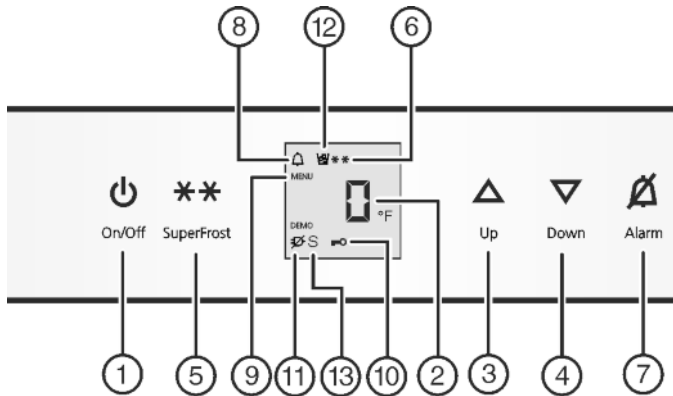

Fig. 2
- ▶ Pulse la tecla On/Off Fig. 2 (1).
- ▶ Activación del modo de ajuste: pulse la tecla SuperFrost Fig. 2 (5) durante 5 seg. aproximadamente.
- ▷ El símbolo de menú Fig. 2 (9) se ilumina.
- ▶ Utilice la tecla de ajuste Up Fig. 2 (3) la tecla de ajuste Down Fig. 2 (4) para seleccionar °.
- ▶ Confirmación: Pulse la tecla SuperFrost Fig. 2 (5) brevemente.
- ▶ Utilice la tecla de ajuste Up Fig. 2 (3) la tecla de ajuste Down Fig. 2 (4) para seleccionar °F o °C.
- ▶ Desactivación del modo de ajuste: Pulse la tecla On/Off Fig. 2 (1).
- ▶ Activar el modo de ajuste: pulse la tecla SuperFrost Fig. 2 (5) durante aprox. 5 s.
- ▶ Con la tecla de ajuste Up Fig. 2 (3) o la tecla de ajuste Down Fig. 2 (4), seleccione **c**.
- ▶ Pulse brevemente la tecla SuperFrost Fig. 2 (5) para confirmar.
- ▶ Para activar el bloqueo contra la manipulación por niños, pulse brevemente la tecla SuperFrost Fig. 2 (5).
- ▷ El símbolo del bloqueo contra la manipulación por niños Fig. 2 (10) se ilumina. En el indicador parpadea **c**.
- ▶ Para desactivar el bloqueo contra la manipulación por niños, pulse brevemente la tecla SuperFrost Fig. 2 (5).
- ▷ El símbolo del bloqueo contra la manipulación por niños Fig. 2 (10) se apaga. En el indicador parpadea **c**.
- ▶ Desactivar el modo de ajuste: pulse la tecla On/Off Fig. 2 (1).
- ▶ Pulse la tecla Alarm Fig. 2 (7).
Simultáneamente, parpadea la indicación de temperatura y el símbolo de alarma Fig. 2 (8).
El tono de aviso se desactiva automáticamente, el símbolo de alarma Fig. 2 (8) se apaga y la indicación de temperatura deja de parpadear cuando la temperatura vuelve a descender lo suficiente.